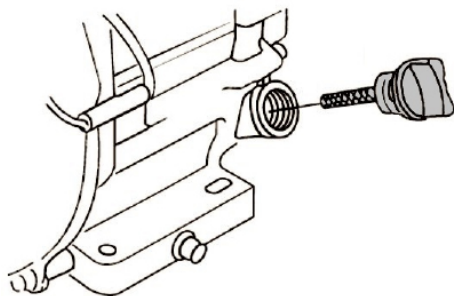

Рис. 11 Крышка-щуп маслозаливной горловины
2. Выкрутите крышку-щуп маслозаливной горловины и извлеките щуп (Рис. 11).